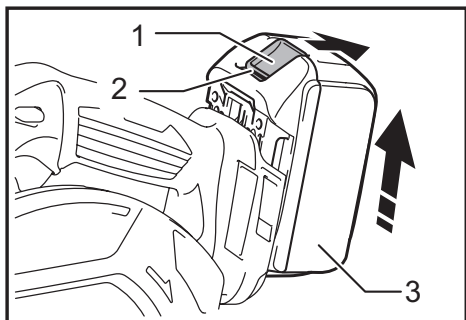

Fig.7
► **Рис.7:** 1. Фиксирующий болт 2. Рычаг блокировки